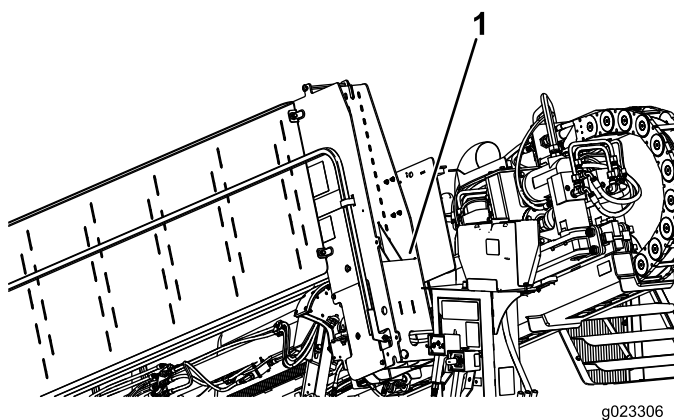

Рисунок 63
7. Поместите замок гидроцилиндр на хранение рядом с баком антифриза (Рисунок 63).